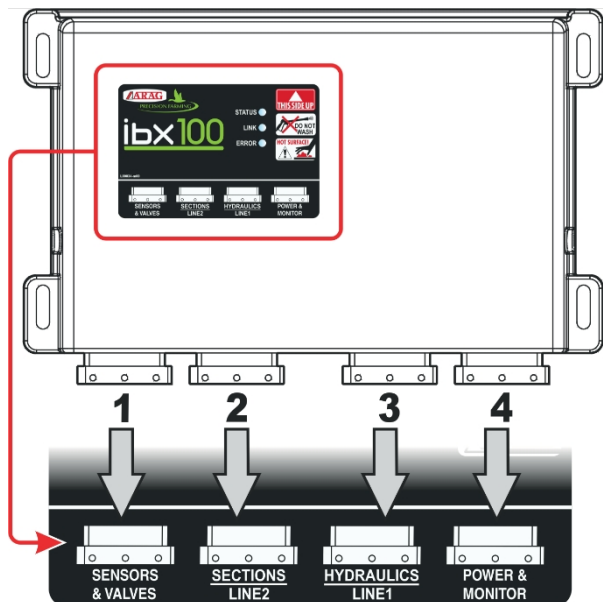
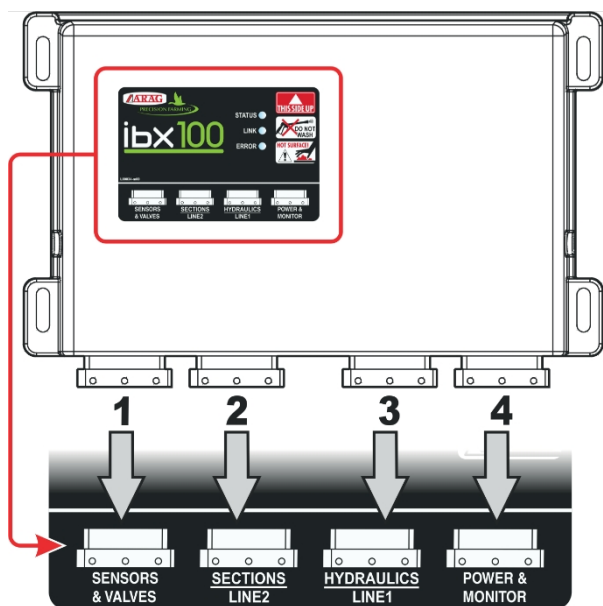
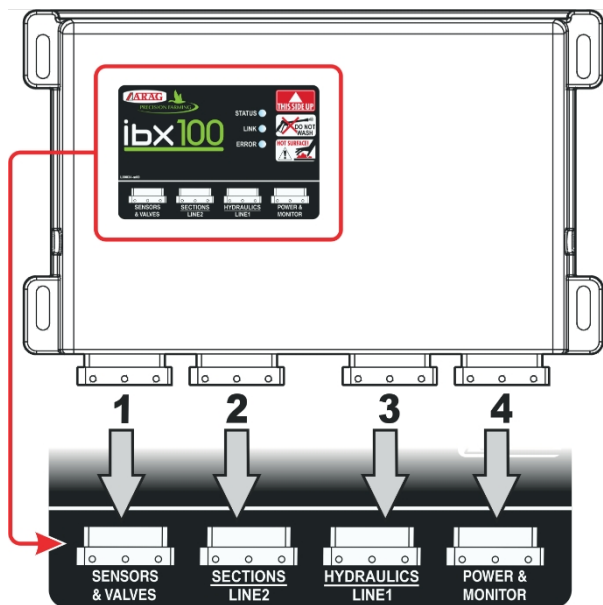
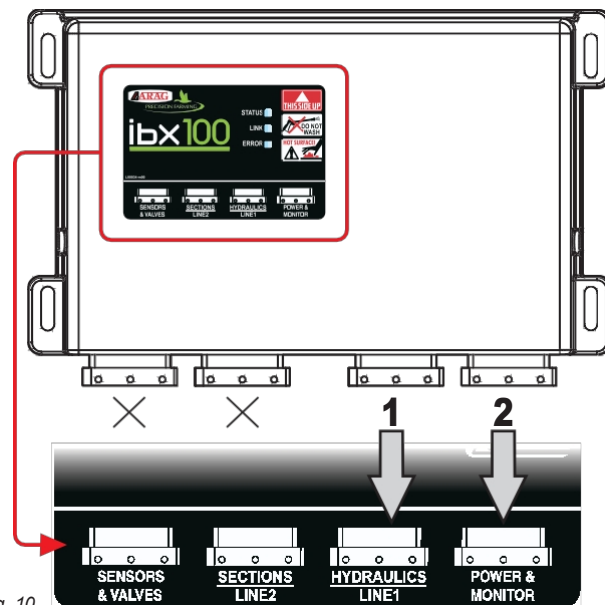

Fig. 7
Fig. 8
Fig. 9
Fig. 10
**ADVARSEL: TILSLUT IKKE ISOBUS-KONTAKTEN (fig. 7, fig. 8, fig. 9 og fig. 10). DENNE TILSLUTNING SKAL UDFØRES SENERE, FØR ALLE KOMPONENTER ER MONTERET (kap. 7). ISOBUS-systemets kabelforbindelse).**